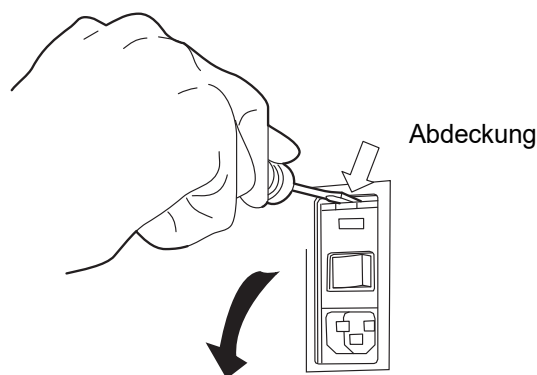

Abb. 4-30 Abdeckung des Sicherungsfachs entfernen
4. Mit einem kleinen Nr. 1-Schlitzschraubendreher vorsichtig die Abdeckung des Netzteils öffnen (Abb. 4-30).